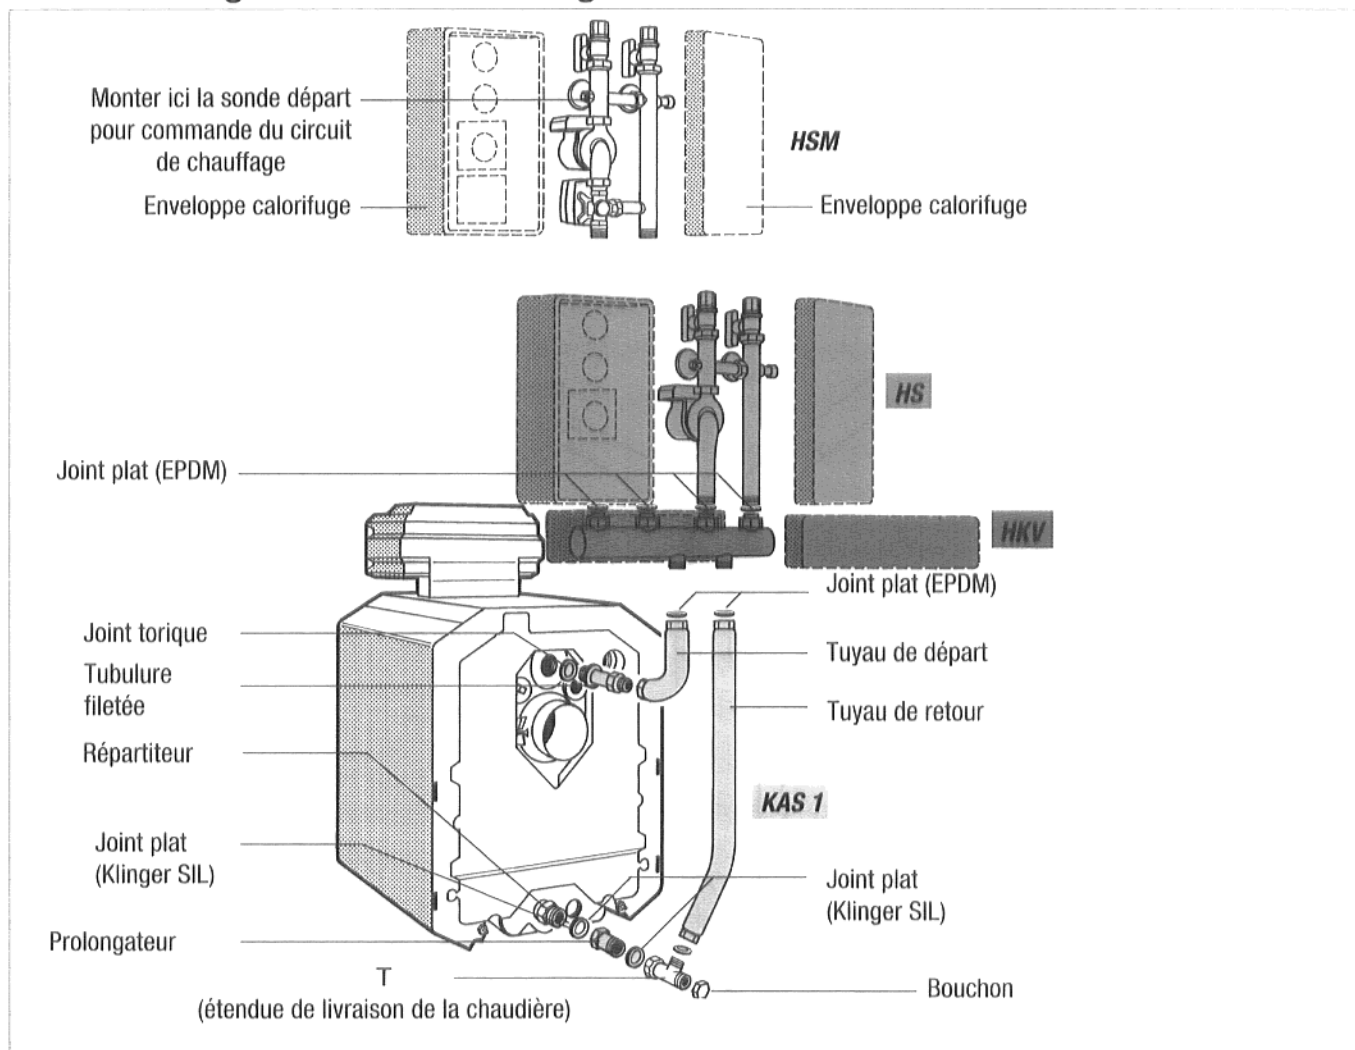

Fig. 2 Set de raccordement chaudière avec répartiteur de circuit chauffage, set circuit de chauffage avec/sans mélangeur, pour chaudière G115
- Visser la tubulure filetée munie de son joint torique dans le départ chaudière (fig. 2).
- Placer un joint plat dans l'écrou-raccord de la branche la plus courte du tuyau de départ. Visser légèrement le tuyau de départ à la tubulure filetée (fig. 2).
- Mettre d'aplomb la branche la plus longue du tuyau de départ, serrer le raccord à vis entre la tubulure filetée et le tuyau de départ (fig. 2).
- Placer le joint plat dans le raccord à vis entre le prolongateur et le répartiteur du retour chaudière et serrer le raccord à vis (fig. 2).
- Placer le joint plat dans le raccord à vis du T et visser légèrement le T sur le prolongateur (fig. 2).
- Ajuster le tuyau de retour, branche la plus courte vers le bas, à la sortie latérale du T, mettre le joint plat en place, aligner et serrer le raccord à vis (fig. 2).
- Mettre d'aplomb la branche la plus longue du tuyau de retour et serrer le raccord à vis entre le prolongateur et le T (fig. 2).
- Visser le bouchon sur la sortie arrière du T (fig. 2).
- Visser le répartiteur de circuit de chauffage conformément à la fig. 2 au set de raccordement chaudière (KAS 1). Si le répartiteur de circuit de chauffage n'est pas raccordé conformément à la fig. 2, il ne pourra pas fonctionner car les départs et les retours seront intervertis.
2.3 Set circuit de chauffage sans mélangeur (HS) / avec mélangeur (HSM)
- Positionner le set circuit de chauffage sans (HS) ou avec mélangeur (HSM) sur le répartiteur de circuit de chauffage conformément à la fig. 2, serrer les raccords à vis et contrôler l'étanchéité.
- Monter les enveloppes calorifuges de deux côtés de chaque set circuit de chauffage et du répartiteur de circuit chauffage conformément à la fig. 2.